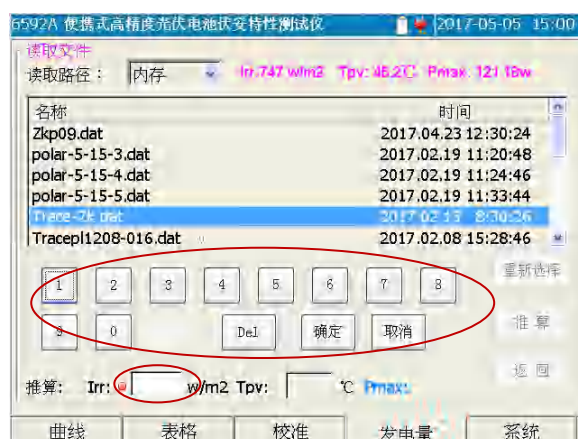

图 5-25 Irr 数值输入示意图
- 1) 首先设置用于推算的环境参数。点击 Irr 对应的编辑框，或者通过 ◀ 或 ▶ 键将操作焦点移至 Irr 对应的编辑框，然后按下(Enter)键，将出现小按钮键盘，用于输入数值，如图 5-25 所示。